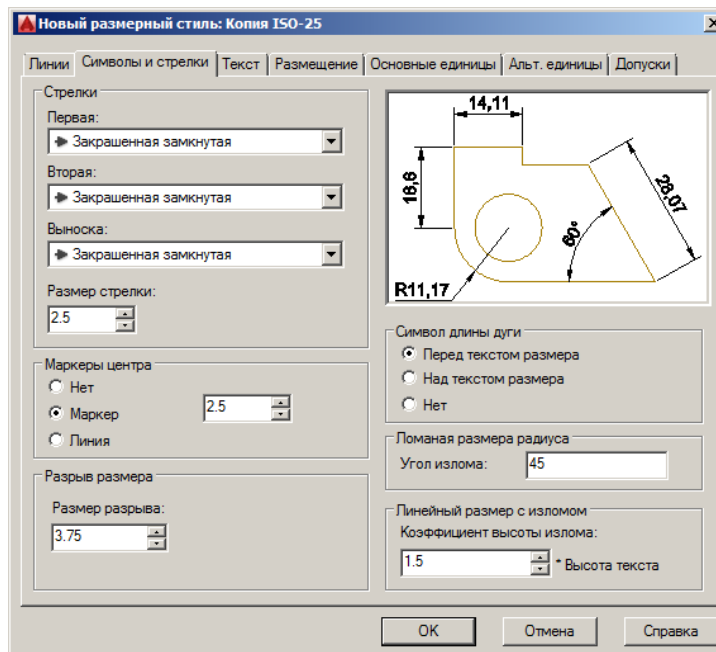

Рис. 21
- в диалоговом окне *Новый размерный стиль (New Dimension Style)* (Рис. 21) можно задавать параметры нового стиля на следующих вкладках: